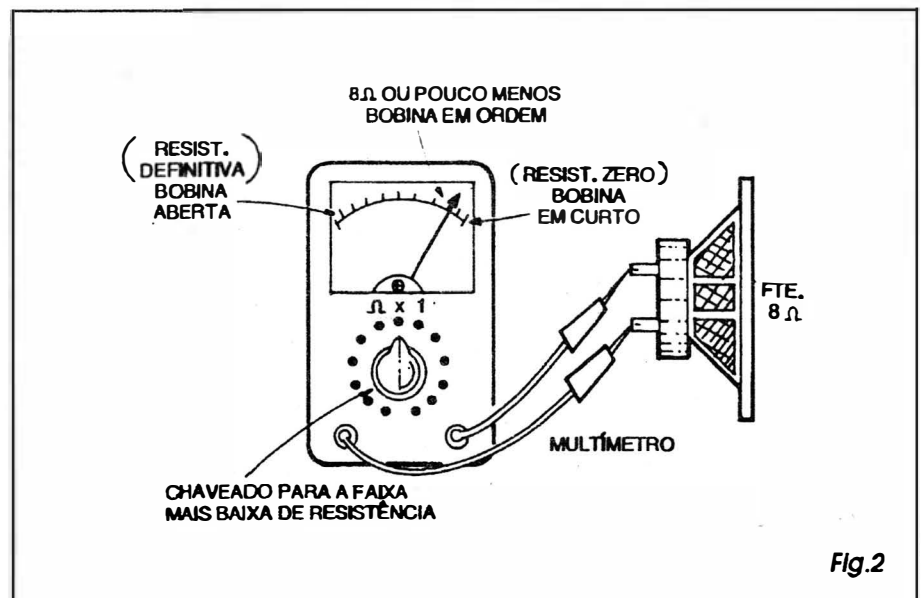

Fig.2
- FIG. 2 - UM TESTE UM POUQUINHO MAIS SOFISTICADO... - Atualmente, devido a uma queda progressiva nos seus preços, ao longo dos últimos anos, a maioria dos hobbystas possui pelo menos um pequeno multímetro... Quem tiver um